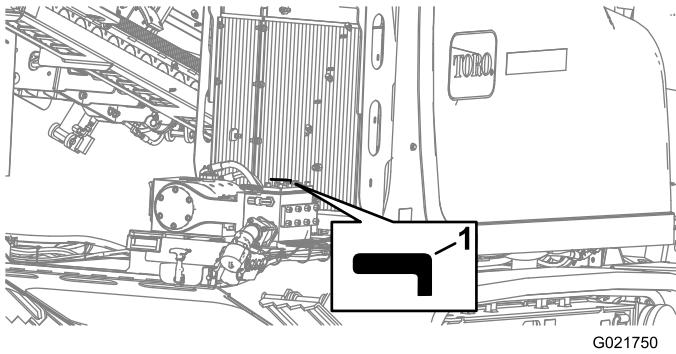

Figura 118
4. Gire la válvula del fluido de perforación en sentido horario a la posición de CERRADO (Figura 118).